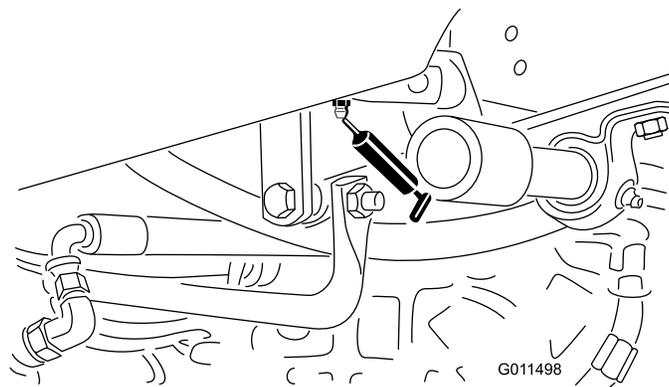

Figura 37
- Boccola girevole (1) del pedale di comando della trazione (Figura 37)